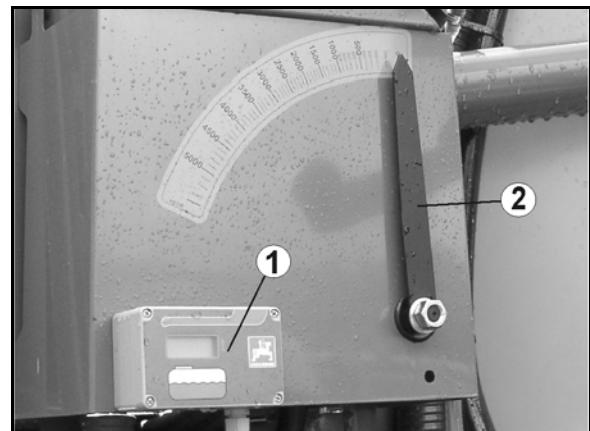

Fig. 52
- Støttefoten er løftet under bruk eller transport (Fig. 52).
1. Løsne splinten (Fig. 52/2).
2. Trekk ut bolten (Fig. 52/3).
3. Løfte/senke støttefoten ved hjelp av håndtaket (Fig. 52/4).
5. Støttefoten løftes/senkes mer med håndsveiven (Fig. 52/5).